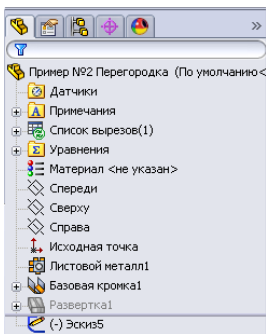

Рисунок 9.34 - Створена додаткова площа
4. Побудуємо бічну стінку перегородки. Для цього активізуємо команду - **«Кромка под углом»** на панелі інструментів **«Листовой металл»**. Укажемо базову крайку, під кутом до якої створимо бічну стінку. Після цього буде автоматично створена додаткова площа, перпендикулярна площині основи, і програма відкриє в ній ескіз (рис. 9.34).